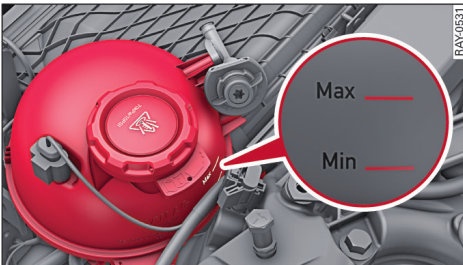

图 120 前舱：冷却液储液罐
- ▶ 从储液罐外察看冷却液液位。当冷却液冷态时，冷却液液位必须在标记 MIN（最低）和 MAX（最高）⇨ 图 120 之间。在新车上，冷却液液位在开始时可能略超过上部标记。
- ▶ 小心地将盖子 ⇨ 196 页，图 120 向左旋下 ⇨ ，在检查冷却液液位中，见第 196 页。
- ▶ 按正确的混合比例（参见使用说明书中有关冷却液添加剂章节的内容）添加冷却液直到标记 **MAX** ⇨ 196 页，图 120。